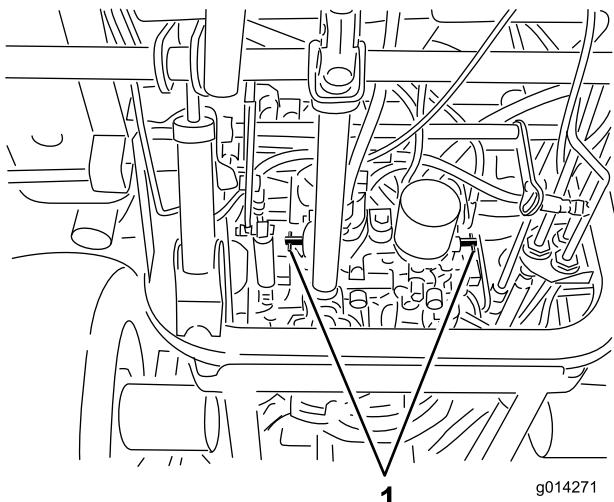

図 34
4. 各バイパスバルブを左回りに1回転させる（図 34）。
各バイパス・バルブを右回りに1回転させ、手で普通に締めてください（締め付けトルクで約 8 N·m (0.8 kg. m)）（図 34）。